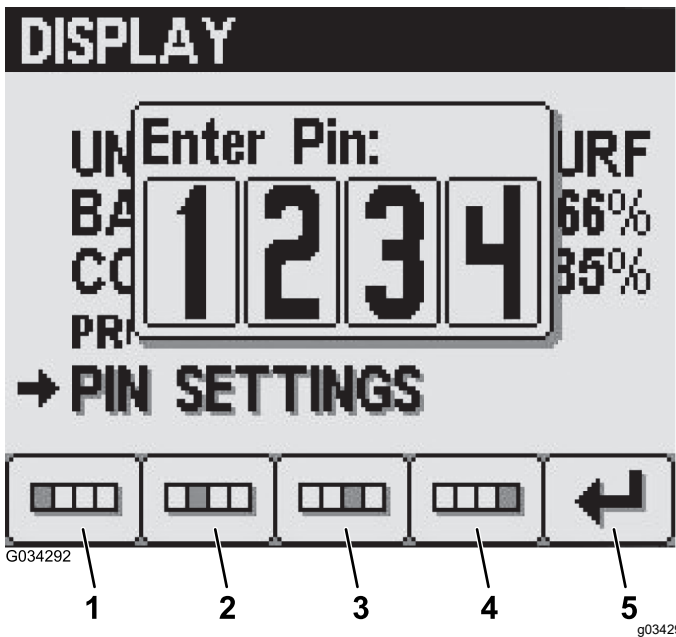

Figura 24
- Prima os botões 1 a 4 para introduzir o seu código PIN. Quando terminar a introdução do PIN, prima o botão 5 (Figura 24).
- No ecrã de introdução do PIN antigo, prima os botões 1 a 4 para introduzir o seu antigo código PIN e prima o botão 5 quando concluir o PIN (Figura 24).